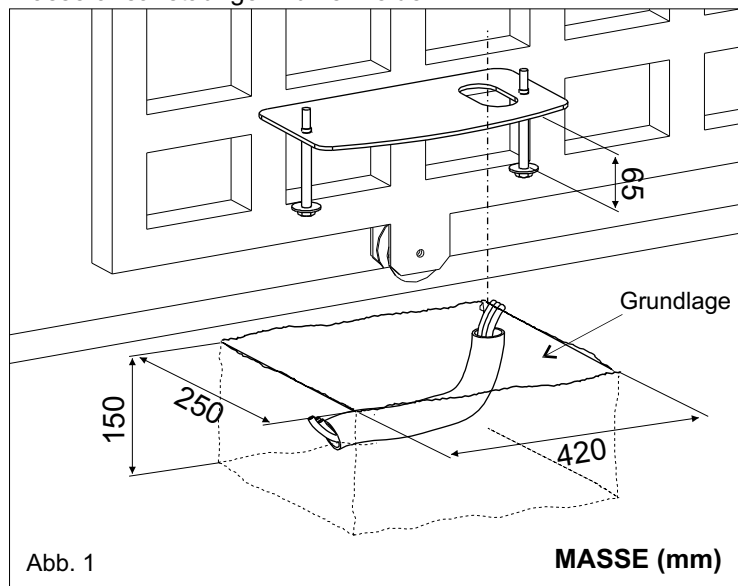

Abb. 1
- 2.1. Ein Fundament aus Zement gemäß den in Abbildung 1 vorgegebenen Maßen herstellen, auf dem die Grundplatte und die Verankerungsbolzen einzementiert werden.